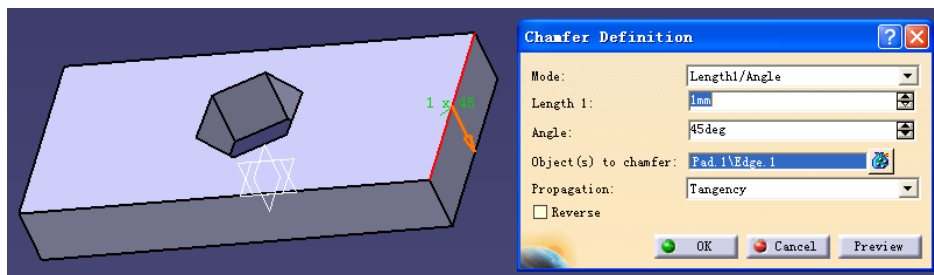

图 3-44
(2) 点击  键，选择厚度，Object(to)Chamfer 栏中用鼠标选择一个边角线（见图 3-44）。